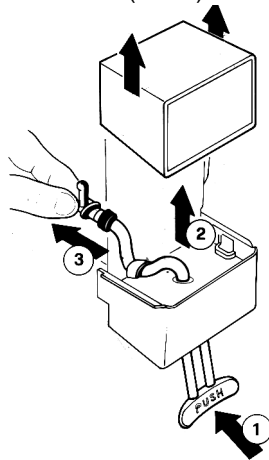

Bild 8
- 2 - Den Betätigungshebel des Hahns drücken (1) und den Gummischlauch des Hahns aus seinem vertikalen Sitz (2) im Hahnkörper und aus dem horizontalen Sitz (3) unten am Behälter entfernen (Bild 8).